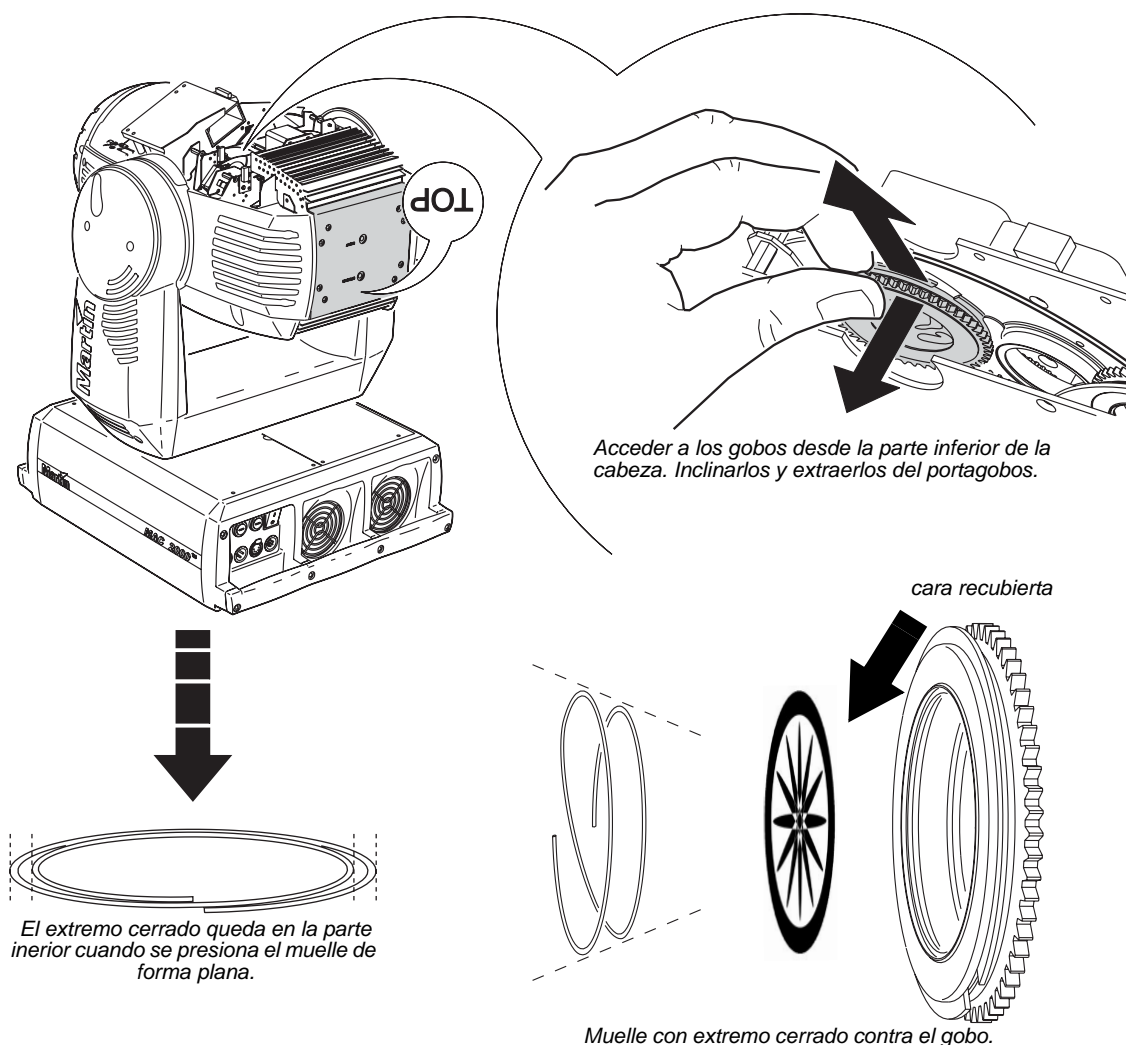

Figure 15: Cambio de gobos rotativos
- 2 Ver Figure 15. Bloquear la cabeza con la parte inferior hacia arriba y quitar la cubierta inferior. Girar las ruedas de gobos como sea necesario para acceder a la posición deseada. Tirar ligeramente del portagobos en contra de la rueda hasta que se suelte. Quitar el portagobos.